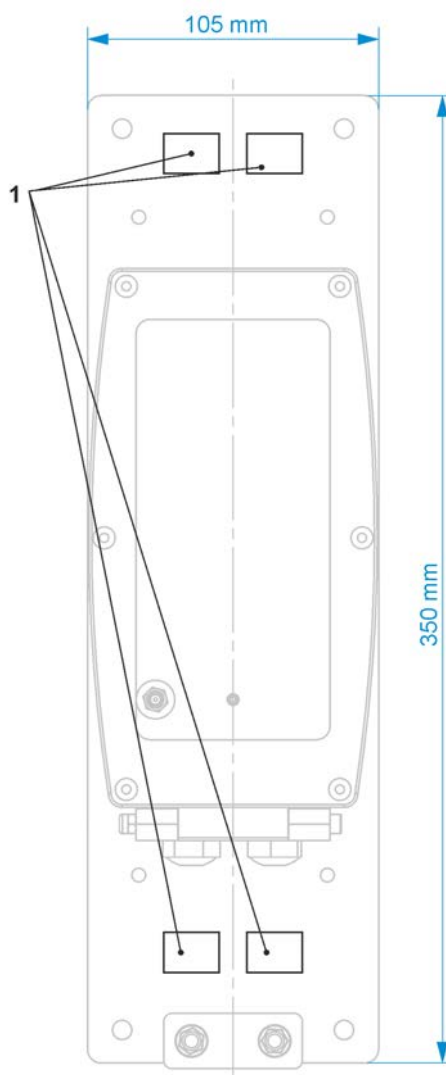

Abb. 24-2 Befestigung mit Schlauchklemmen am Mast
- Gehäuserückwand montiert auf der Montageplatte *ZMS0 176* (3 mm stark); Montageplatte mit Schellen (Öffnungen siehe Abb. 24-2 Pos. 1) an einem Mast befestigt (siehe Abb. 24-2)